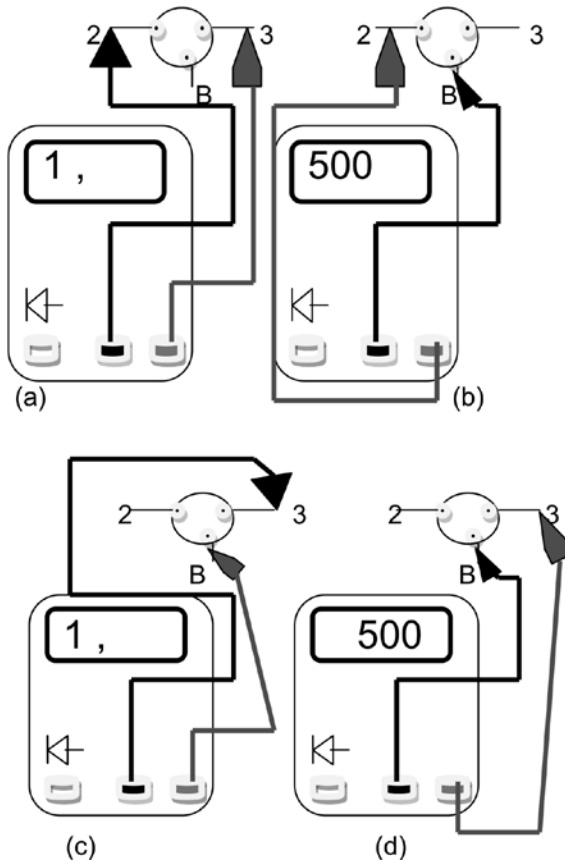

FIGURA 107 – TESTE DE TRANSISTOR PNP
Então, com a base identificada, resta descobrir o tipo de transistor que está sendo medido, NPN ou PNP, e saber se eles estão bons ou não. Encoste uma das pontas de prova na base “B” ( 1 ) e a outra ponta de prova no terminal (2). Depois, inverta as posições (figuras 107 a, b e figura 107 c, d). Uma dessas posições será a polarização direta da junção base-terminal 2, a outra será a polarização inversa, o que poderá ser determinado pela leitura do *display* ( $500 \Omega$  e “1” no dígito mais significativo, respectivamente). Repita o teste com uma ponta de prova na base e a outra no terminal, também obtendo uma polarização direta e outra inversa (figura 107 a, b, e figura 107 c, d).